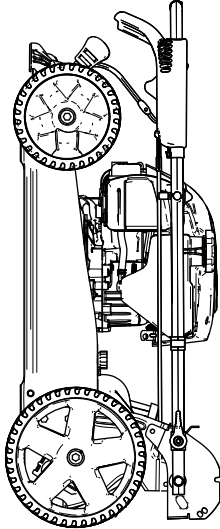

Figura 21
- 6. Levante la parte delantera de la máquina con el manillar y llévela al lugar de almacenamiento (Figura 21).